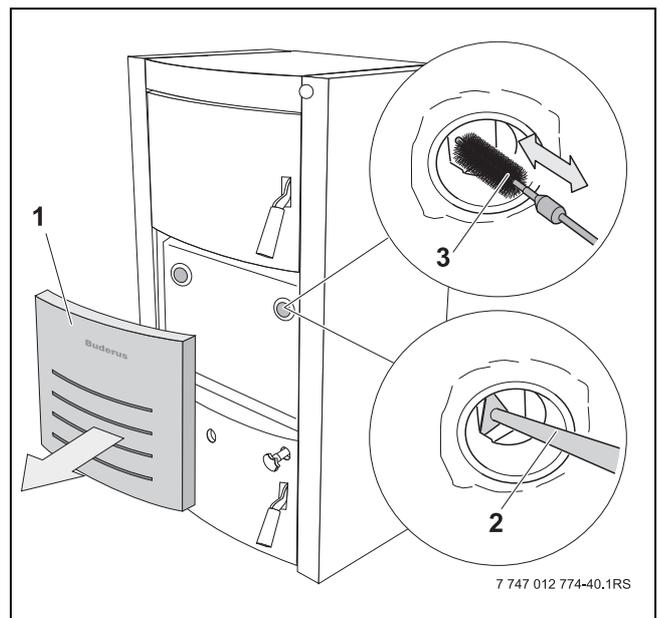

Fig. 32 Pulizia delle aperture per l'aria primaria
- Rimuovere il rivestimento anteriore tra la porta di carico e la porta del ceneraio (→ fig. 32, pos. 1). Dietro il rivestimento si trovano a destra e a sinistra due aperture tonde per l'aria primaria.
- Pulire le aperture rimuovendo i residui di cenere con l'ausilio del raschietto piccolo (→ fig. 32, pos. 2) e della spazzola (→ fig. 32, pos. 3).